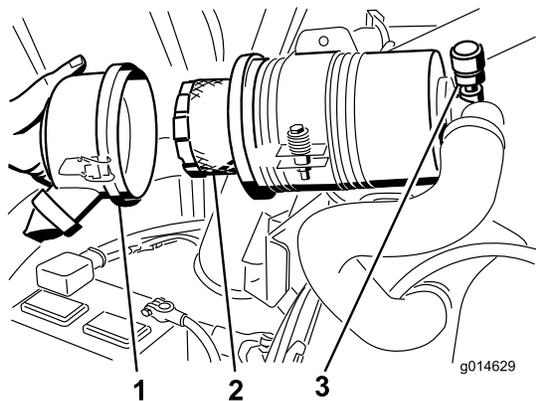

Рисунок 55
3. Снимите и замените фильтр (Рисунок 55).